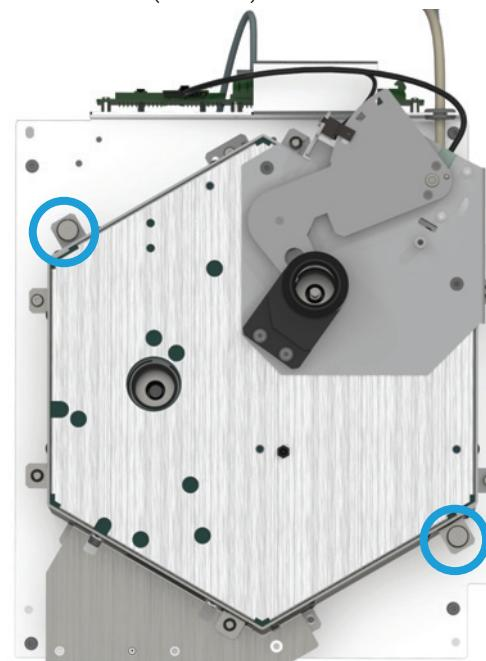

Рис. 13.   Раскручивание винтов с накатанной головкой на верхней панели термостата
- 8   Полностью выкрутите два невыпадающих винта T-20 Torx с накатанной головкой (**Рис. 13**).